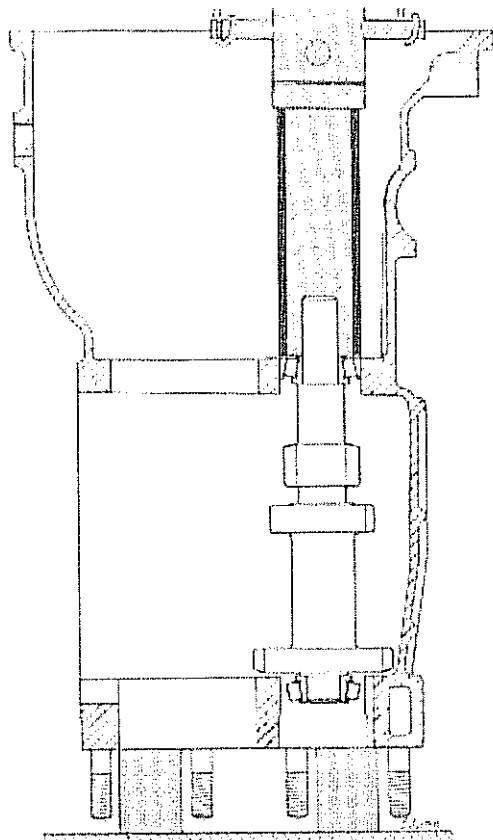

Fig. 230
- 3) Instalar la cubeta exterior del cojinete del lado del puente, hasta que ésta quede al ras con el borde de la carcasa (Fig. 230).